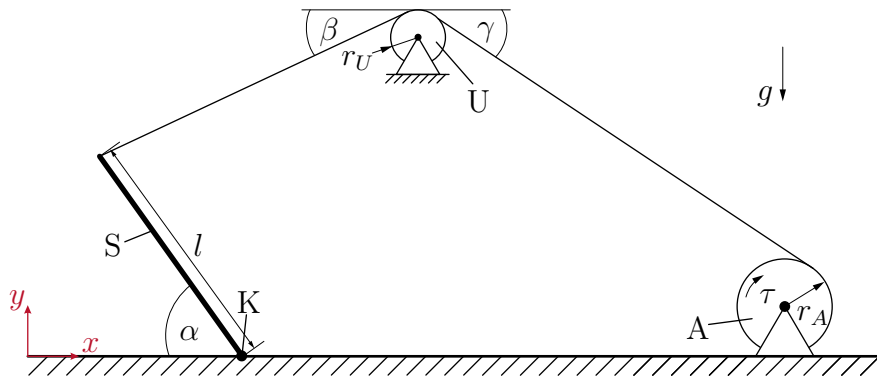

Abbildung 6: Aufstellvorrichtung.
3. Betrachtet wird die in Abbildung 6 gezeigte Vorrichtung zum Aufstellen eines homogenen schlanken Stabs  $S$  (Masse  $m$  und Länge  $l$ ) über den Kipppunkt  $K$ . Dazu wird ein masseloses Seil am Balken befestigt und reibungsfrei über eine Umlenkrolle  $U$  zur Antriebsrolle  $A$  geführt. Das Seil ist fest mit der Antriebsrolle  $A$  verbunden und wird auf diese aufgewickelt. Am Kontaktpunkt  $K$  wirkt Haftreibung mit dem Koeffizienten  $\mu_H$ . Sowohl die Umlenkrolle  $U$  als auch die Antriebsrolle  $A$  können als masselos und reibungsfrei angenommen werden. Die Erdbeschleunigung  $g$  wirkt in negative  $y$ -Richtung.